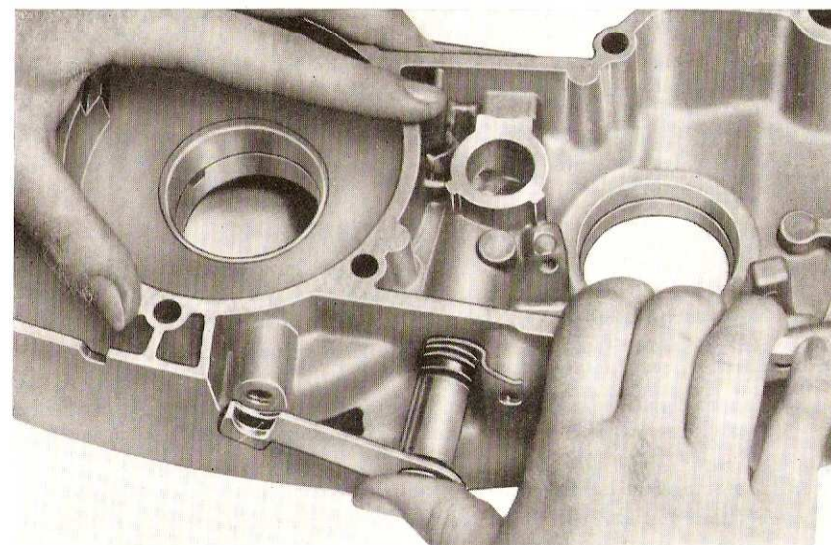

Fig. 25 - Montage du levier de commande d'embrayage
27. Fig. 25 - Engager le levier avec ressort en place dans le carter et serrer la vis de fixation placée sur le côté opposé du carter.